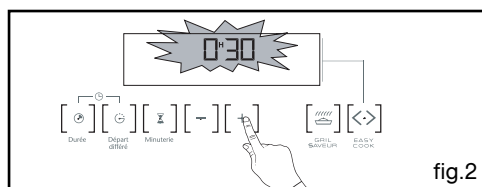

fig.2
- Ajustez le temps choisi en appuyant sur les touches + ou - (fig.2) jusqu'à obtenir la durée voulue (maxi 60 minutes).